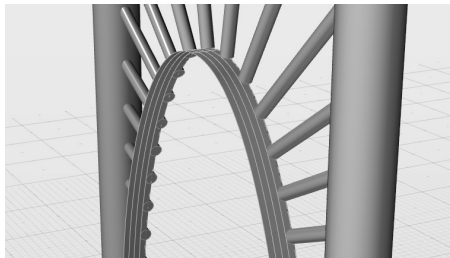

图 5-39 基于椭圆绘制挤出曲面
1) 使用“挤出”工具，针对中间的椭圆进行挤出，挤出距离设定为“1cm”，如图 5-39 所示。